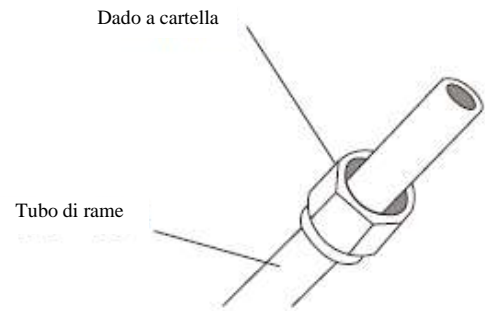

Fig. 5.3
3. Poni i dadi a cartella su entrambe le estremità del tubo. Assicurati che siano rivolti nella giusta direzione, perché non potrai inserirli o cambiarli la loro direzione dopo la svasatura. Vedi Fig. 5.3